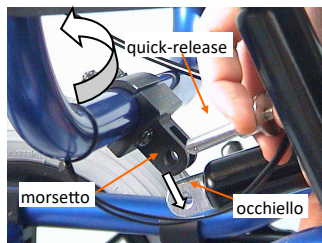

fig. 20: inserimento montante
- Montanti schienale: inserimento/disinserimento (fig. 20)